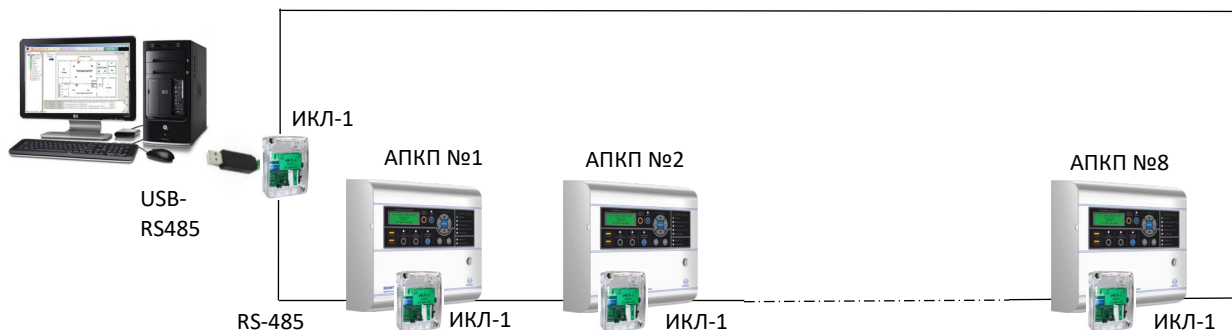

Рис. 5. Объединение в сеть до 8 АПКП. Возможность подключения компьютера.
3.3.1. Для автоматического управления устройствами пожарной автоматики, общими для нескольких АПКП, например, общими вентиляторами или насосной станцией, для объединения АПКП в сеть достаточно соединить их выходы RS-485, предназначенные для подключения к ПК, через изоляторы ИКЛ-1 к кольцевой линии межприборной связи, как показано на рис.5, и организовать логические связи между АПКП. Для этого в памяти АПКП создают таблицу межприборных связей (ТМС) с помощью ПО «Конфигуратор» (см. Руководство по программированию ЮНИТ.182.00.00 РП v.1.56). ТМС позволяет генерировать в АПКП заданное событие в ответ на возникновение определенного события в другом АПКП.